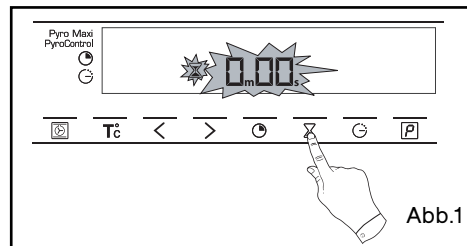

Abb.1
- Auf die Taste  drücken (Abb.1).